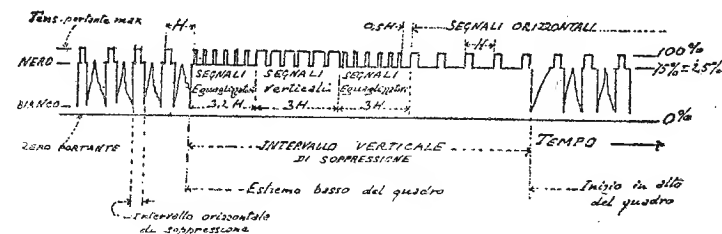

Fig. 6.
la forma di fig. 6, nella quale è segnato anche l'andamento normale dei periodi, antecedente e susseguente, di solo funzionamento orizzontale. Detta curva è stata adottata come standard dal N.T.S.C.
15. Sarà standard nella trasmissione t. v. irradiare una forma d'onda di sincronizzazione tale da azionare adeguatamente un ricevitore seconda la curva della fig. 6.